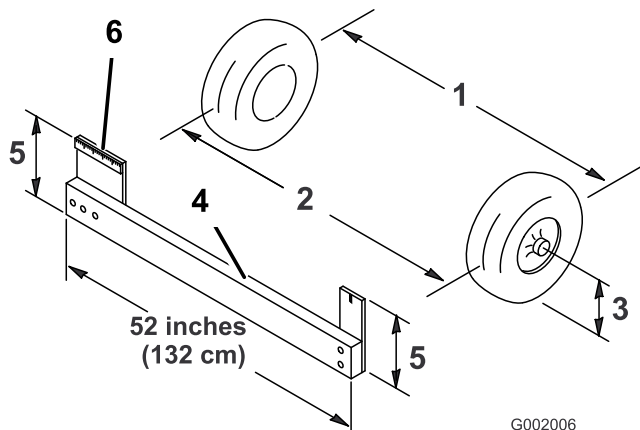

Figure 54
4. Mesurez la distance entre les roues avant à hauteur d'essieu, à l'avant et à l'arrière des roues (Figure 54). Un gabarit ou un compas à verges est nécessaire pour mesurer l'arrière des roues avant à hauteur
d'essieu. Utilisez le même gabarit ou outil pour mesurer précisément l'avant des roues avant à hauteur d'essieu (Figure 54).